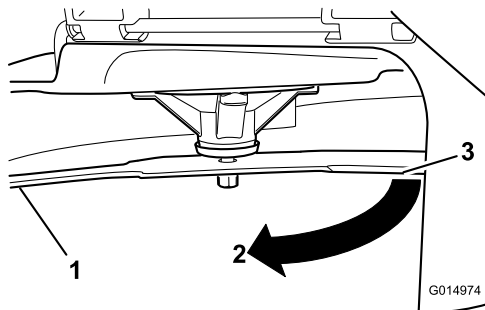

Figure 58
3. Seconde distance mesurée entre la lame et la surface (B)
4. Tournez la même lame de 180 degrés pour amener l'autre tranchant à la même position (Figure 58).